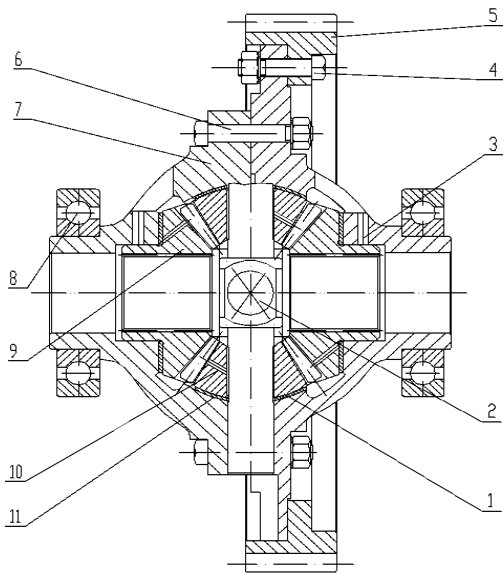

Figura 9 Schema strutturale del gruppo differenziale YQX30-2000
Lo schema strutturale del gruppo differenziale YQX30-2000 è mostrato in Figura 9. Viene utilizzato nel cambio idraulico JHTY30B ed è supportato sulla scatola del cambio da cuscinetti a sfere (8) su entrambe le estremità. Il gruppo differenziale è dotato di 2 semiassi (9) e 4 ingranaggi epicicloidali (10). Gli ingranaggi epicicloidali sono supportati da un albero a croce (2), che è fissato alle scatole del differenziale sinistro e destro (3 e 7). La rondella reggispinta (1) e la rondella (11) sono installate tra la scatola del differenziale, l'ingranaggio epicicloidale e gli ingranaggi del semiassale. La scatola del differenziale è divisa in due sezioni, sinistra e destra. La scatola del differenziale sinistra (7) e la scatola del differenziale destra (3) sono collegate tramite bulloni (4). La corona dentata (5) è fissata alla scatola del differenziale destra (3) tramite bulloni (4).